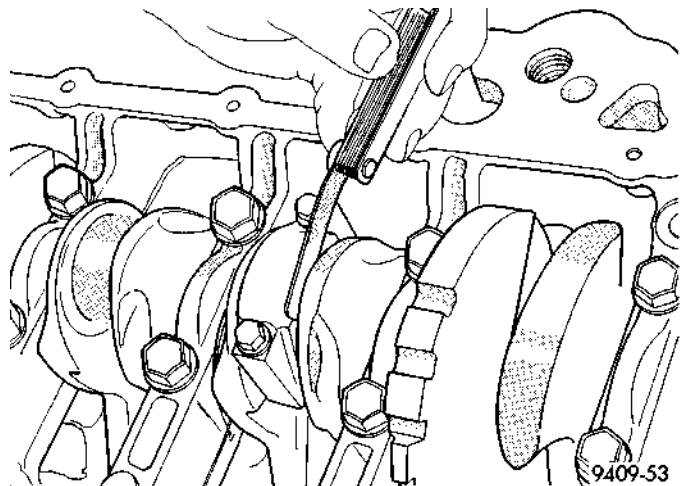

Fig. 10 Verificación de la holgura lateral de las bielas
(2) Antes de instalar los pernos **NUEVOS**, deben engrasarse las roscas con aceite limpio de motor.
(3) Instale cada perno apretándolo a mano en forma alternada, para ensamblar en forma adecuada la tapa.
(4) Apriete los pernos con una torsión de 27 N·m MAS 1/4 de vuelta (20 lbs. pie MAS 1/4 de vuelta) **No utilice una llave de tensión para el último paso.**
(5) Con un calibrador de espesor, verifique la holgura lateral de la biela (Fig. 10). Consulte las especificaciones de las bielas (Fig. 11).